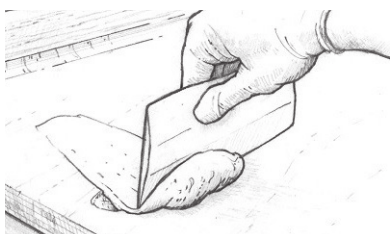

Figure 22 Appliquer le composant de profilage pour combler les vides et lisser la forme.
4. Remuez le mélange d'époxyde épaissi à l'aide d'un épandeur en plastique, en allant dans les vides et les affaissements. Lissez le mélange pour obtenir la forme souhaitée, en laissant le mélange à peine plus haut que la zone environnante (Figure 22). Retirez tout excès d'époxyde épaissi avant qu'il durcisse. Si le vide que vous comblez est plus profond que 1/2", appliquer le mélange en plusieurs applications et utilisez 206 Slow Hardener™ ou 209 Extra Slow Hardener™, selon la température ambiante.